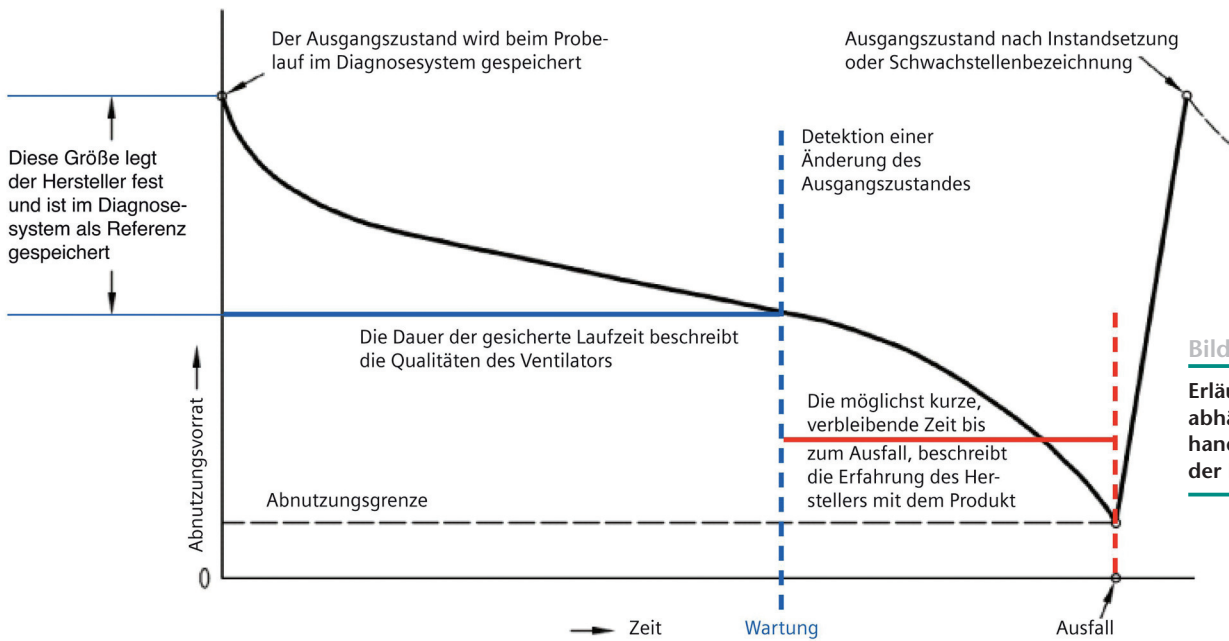

Bild 2
- Die notwendige Instandsetzung aus einem Grenzwertabgleich vor Ausfall des Bauproduktes ableiten (siehe Bild 2). Die Funktionssicherheit der Anlage nachzuweisen (Betreiberhaftung).